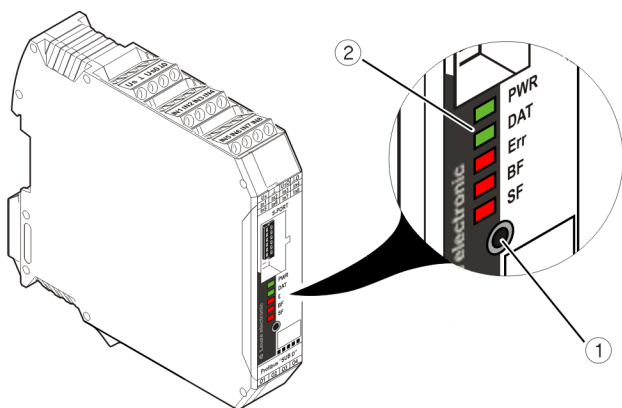

Bild 2 Bedien- und Anzeigeelemente
1. Taster 1 (siehe Bild 2 auf Seite 3) am MSI-FB-PB100 ca. 3 Sekunden drücken (bis PWR-LED mit 2 Hz blinkt).
2. Die LEDs (siehe Bild 2 auf Seite 3) am MSI-FB-PB100 zeigen die momentane PROFIBUS-Adresse an (voreingestellter Wert: 4).
1. Taster (siehe Bild 2 auf Seite 3) am MSI-FB-PB100 ca. 12 Sekunden drücken (bis PWR-LED mit 4 Hz blinkt).